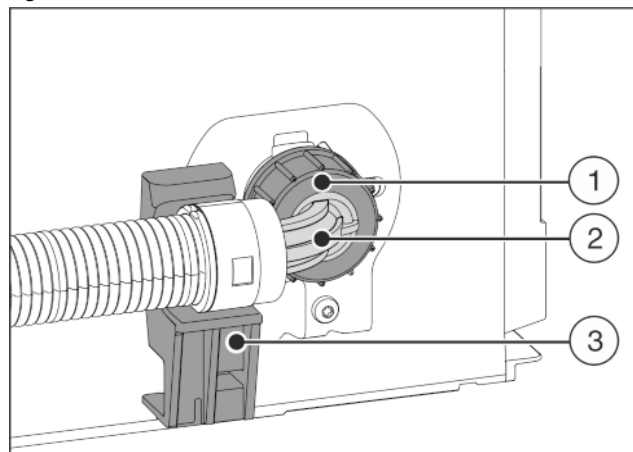

Fig. 21
- ▶ Конец шланга под углом Fig. 21 (2) разместить горизонтально на держателе Fig. 21 (3) и удерживать.
- ▶ Вручную гайку Fig. 21 (1) накрутить на резьбу до обеспечения надежной посадки.